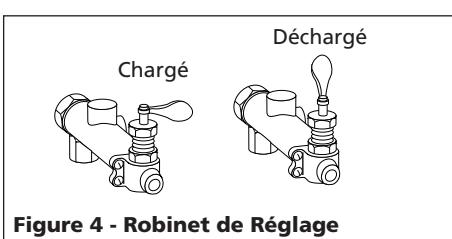

Figure 4 - Robinet de Réglage
2. Toujours mettre le levier articulé dans la position de décharge avant le démarrage.(Voir la Figure 4).
2. Mettre le compresseur en marche et permettre que la pression atteigne la limite du robinet de réglage (Figure 4) qui est réglé à 1207 kPa pour un compresseur à deux étages et 862 kPa pour un compresseur à une étage. Le com-